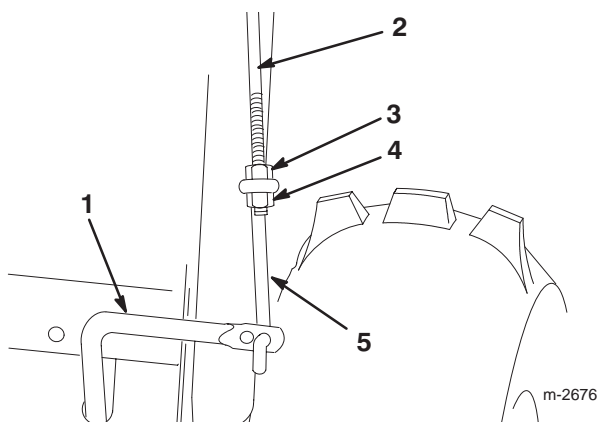

Figure 9
1. Vissez un écrou à embase (embase vers le bas) sur la tige de commande supérieure située sur le côté droit de l'ensemble mancheron (Fig. 9).
2. Passez la tringle inférieure dans le trou extérieur de la tige de commande inférieure (Fig. 9).
3. Insérez la tige de commande supérieure dans la boucle de la tringle inférieure (Fig. 9).
4. Vissez un contre-écrou à embase (embase vers le haut) sur le bas de la tige de commande supérieure, sous la boucle de la tringle inférieure (Fig. 9).
7. Corrigez la position de l'écrou à embase et du contre-écrou à embase (Figure 9) le cas échéant, pour obtenir le bon écartement entre le haut de la poignée et le bas de la manette de commande de traction.